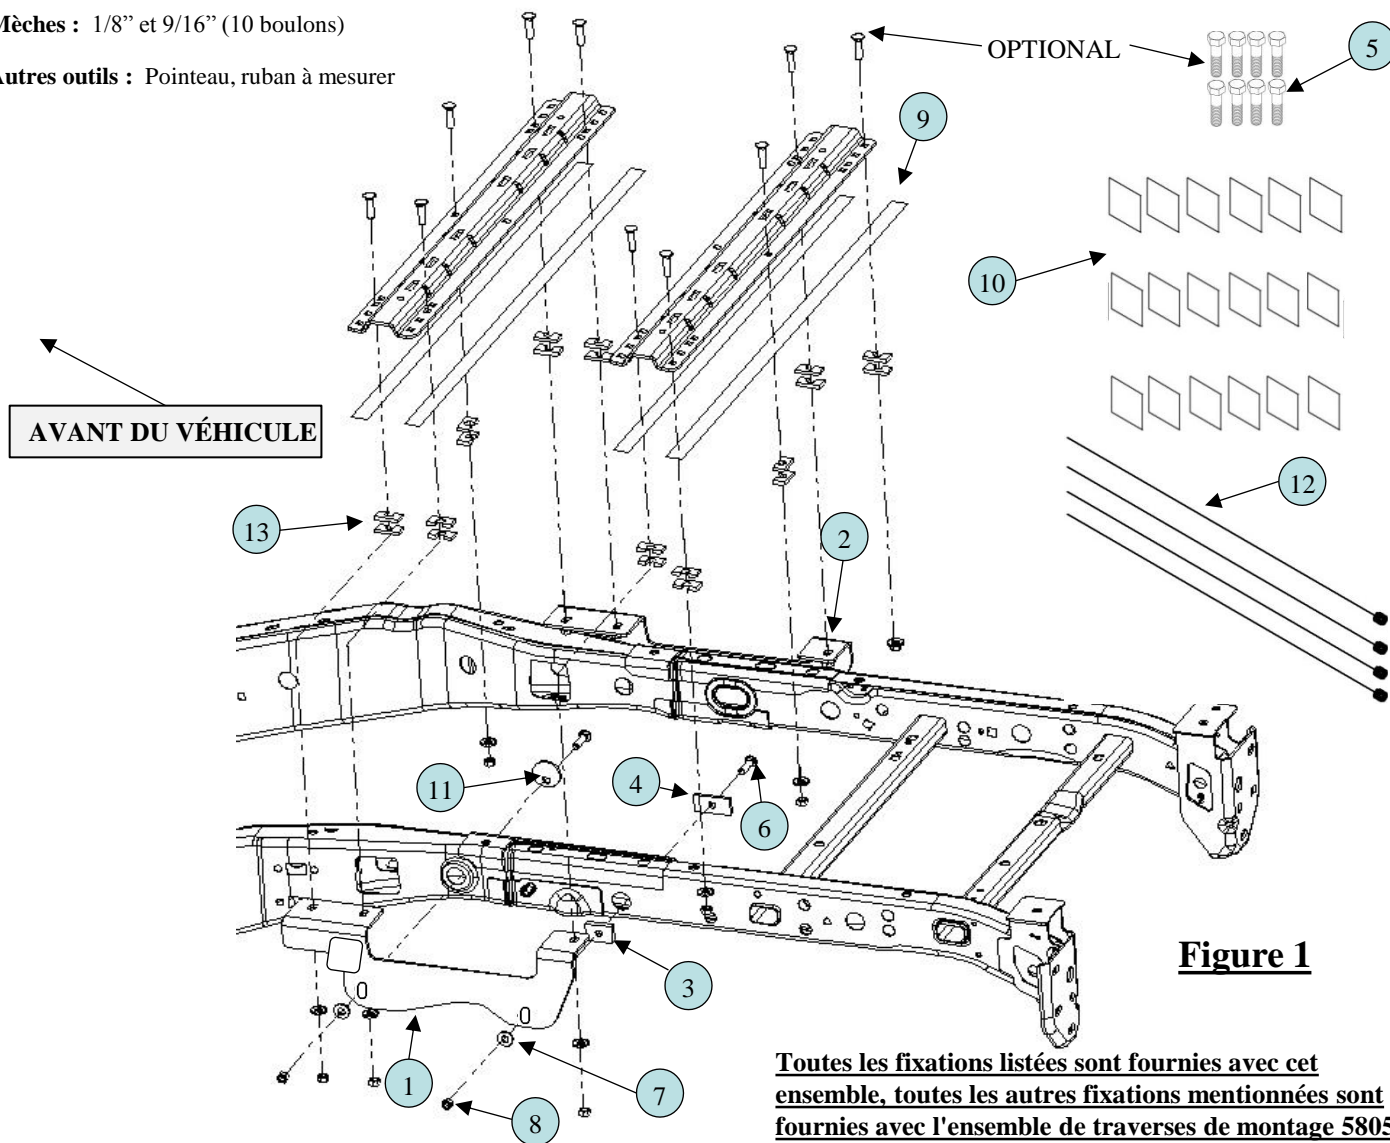

Figure 1
2. Placer les bandes d'isolation galvanique (9) sur la surface inférieure de la traverse pour protéger la plateforme en aluminium de la camionnette comme illustré à la Figure 1.
5. Poser lâchement les supports de cadre (1) et (2) à l'aide de la visserie appropriée puis serrer à la main. (Voir Figure 1)
- En commençant par le trou de montage arrière, insérer la spirale du fil de tirage (12) dans le trou de montage de 1 po de diamètre sur le côté du cadre de la camionnette puis la sortir par le trou d'accès de 1 1/2 po sur l'intérieur du cadre.
- Enfiler le bloc (4) sur l'extrémité spiralée du fil de tirage et poser le boulon de carrosserie 1/2 x 2 po (6).
- Avec l'autre extrémité du fil de tirage (12), acheminer la visserie à travers le bloc de 1/2 po d'épaisseur, puis à travers la face arrière du support de cadre (1) et (2), puis tirer délicatement sur l'extrémité du fil de tirage (12) de façon que la visserie se déplace dans le cadre jusqu'à sa position sur le support de cadre.
- Poser une rondelle conique 1/2 po (7) et un écrou 1/2 po (8) puis serrer à la main.
- Pour le trou de montage avant, insérer l'extrémité spiralée du fil de tirage (12) dans le trou de montage 1 1/2 po sur le côté du cadre de camionnette, puis la faire sortir par le gros trou d'accès ovale sur l'intérieur du cadre.
- Enfiler le bloc circulaire (11) sur l'extrémité spiralée du guide de boulon et poser le boulon de carrosserie 1/2 x 2 po (6).
Nota : Il est important que l'orifice carré du bloc circulaire (11) repose dans le bas du trou de montage sur le cadre comme illustré à la Figure 1. Le bloc circulaire (11) doit reposer à l'intérieur de la bosselure du cadre de camionnette.
- Avec l'autre extrémité du fil de tirage (12), acheminer la visserie à travers la face arrière du support de cadre (1) et (2), puis tirer délicatement sur l'extrémité du fil de tirage (12) de façon que la visserie se déplace dans le cadre jusqu'à sa position sur le support de cadre.
6. Vérifier que les trous 1/8 po percés à l'étape 4 s'alignent sur les fentes du support de cadre (1) et (2).